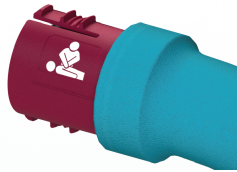

Figure 21 – Connecteur RCP
1. Appuyer sur les pattes des deux côtés du connecteur RCP. Tirer dans l'axe pour déconnecter le connecteur RCP de la pompe (Figure 21).